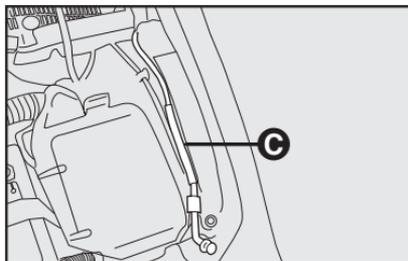

fig. 91
- 3) Levante el capó por la parte central y al mismo tiempo, suelte la varilla de fijación **C**-fig. 91 de su dispositivo de bloqueo.